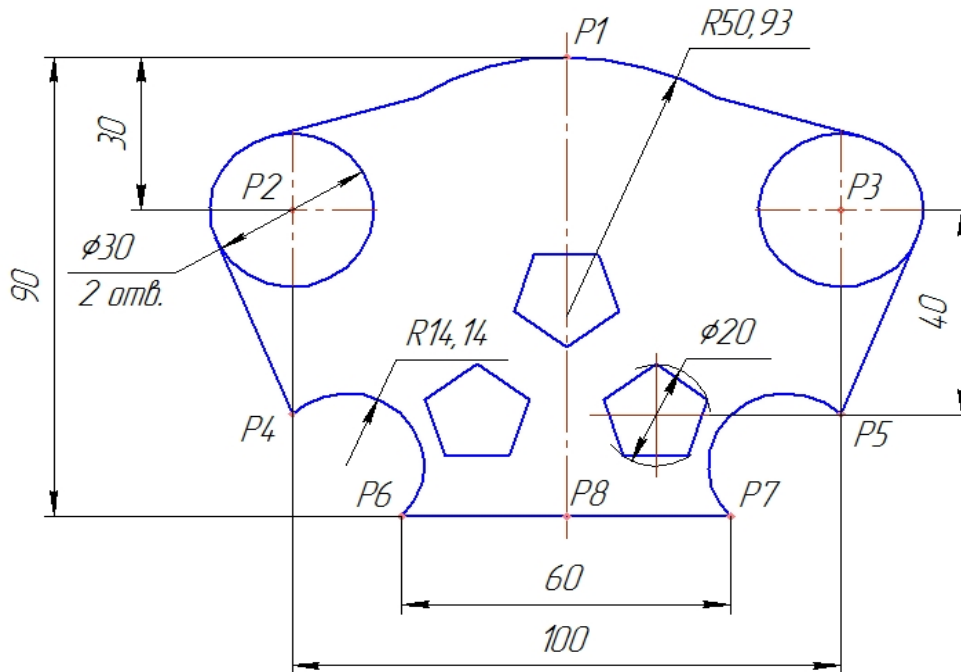

Рис. 3.1
1. Побудувати фігуру, рис. 3.1.